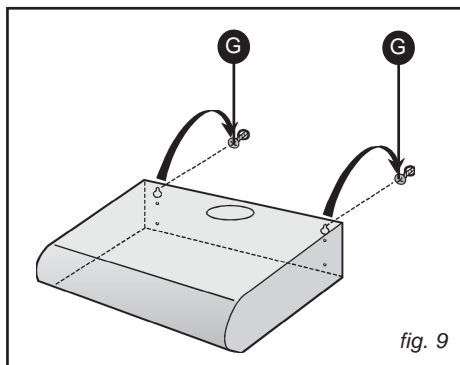

fig. 9
- Prenez 2 des vis fournies (Fig. 9), et enfillez-les dans les chevilles qui se trouvent en haut, sans toutefois les visser complètement.